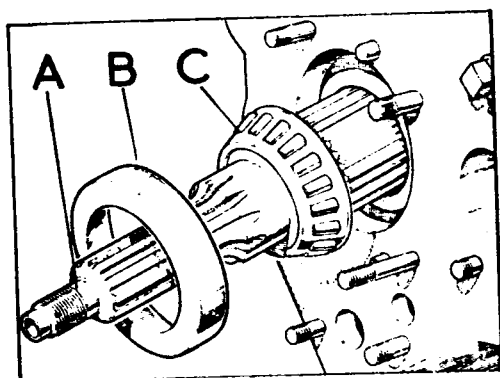

Fig. C1-33 Cojinete trasero del eje de salida
- 1.3. Utilizando un mazo, se empujará el eje de salida, A (Fig. C1-33), hacia atrás para poder retirar la pista exterior del cojinete trasero, B, asegurándose que las ranuras del eje no entren en contacto con el cárter, D, para evitar su deterioro.